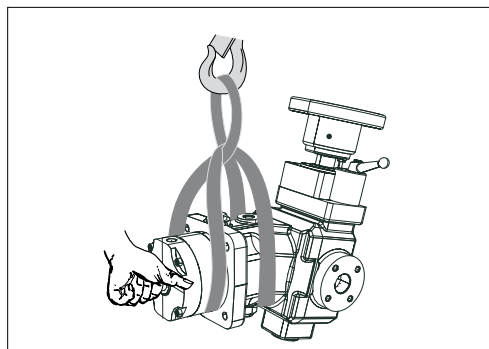

Abb. 6: Transport mit Hebeband
- ▶ Legen Sie das Hebeband so um die Axialkolbeneinheit, dass es weder über Anbauteile (z. B. Ventile) verläuft, noch dass die Axialkolbeneinheit an Anbauteilen (Handrad oder Klemmbügel) aufgehängt wird (siehe Abb. 6).